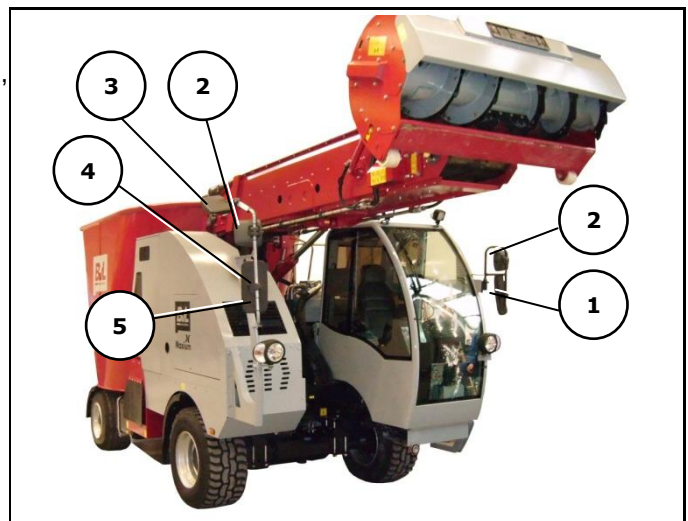

Abb. 5-111
1. Wahlschalter (4) in Position (3) stellen.
2. Durch Betätigen nach rechts und links des Wahlschalters (4), den rechten Außenspiegel (Abb. 5-111/4) verstellen.
3. Wahlschalter (4) in Position (1) stellen.
4. Durch Kippen und Neigen des Wahlschalters (4) wird der Spiegelarm ein/ausgeschwenkt (Abb. 5-111/5).
- Um den Spiegel nicht ausversehen zu verstellen, Wahlschalter (4) immer zurück in die neutrale Position (1) stellen.